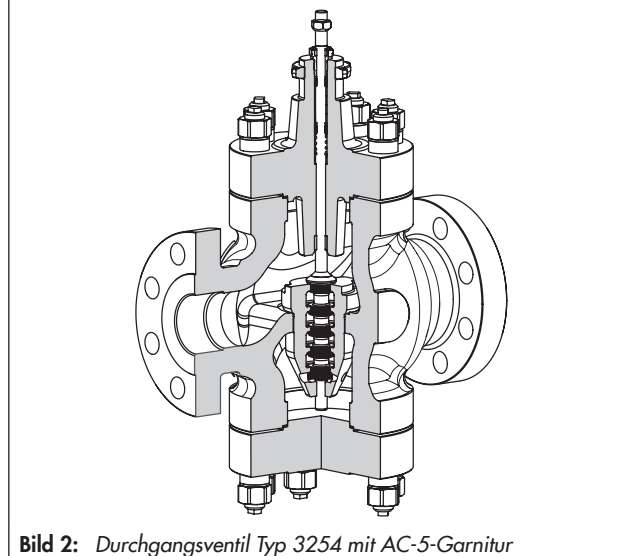

Bild 2: Durchgangsventil Typ 3254 mit AC-5-Garnitur
- **AC-5** (Bild 2) · Optimierte fünfstufige Garnitur für Durchgangsventile Typ 3254 und Eckventile Typ 3256 in Nennweiten DN 50 bis 200 oder NPS 2 bis 8